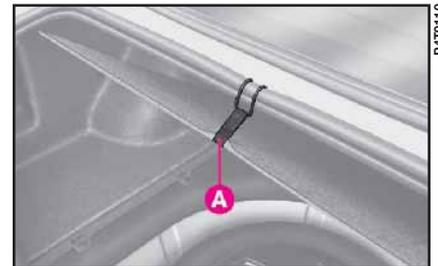

fig. 2
4) Ouvrir le coffre à bagages, soulever le tapis de revêtement du plancher et l'accrocher au bord supérieur à l'aide de la courroie A (fig. 2).